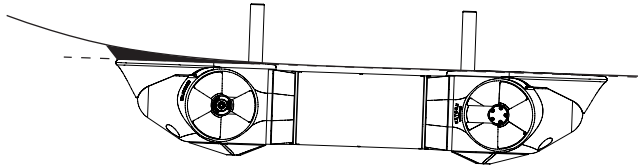

Abb. 32: **EXTURN** Duplex Montagefläche
- Die Montagefläche für das **EXTURN** Duplex muss sich in einer Ebene befinden, gegebenenfalls ist ein entsprechender Sockel auszubilden (Abb. 32).